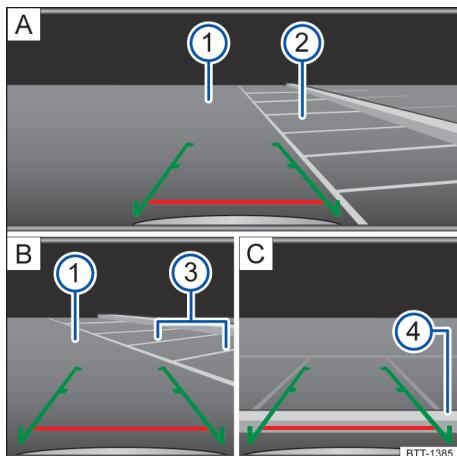

Fig. 104 Exibição do display do sistema do rádio: estacionar com a câmera de marcha a ré.
Legenda para Fig. 104:
- Posicionar o veículo na frente da vaga de estacionamento → Fig. 104 ② [A].